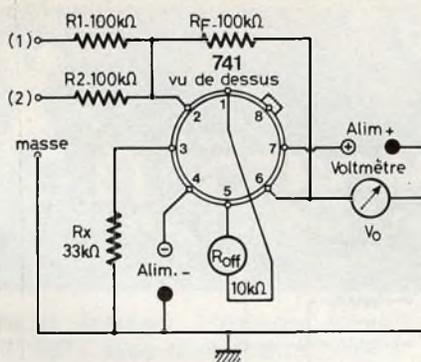

Fig. 6
Le montage de la figure 6 permet l'addition de deux nombres. Ces nombres sont représentés par des tensions proportionnelles appliquées aux points (1) et (2) d'où elles sont transmises à l'entrée inverseuse 2 du 741.